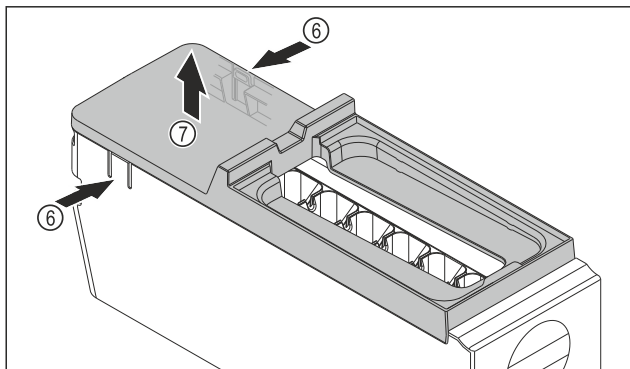

Fig. 77
- Udtagning af EasyTwist-Ice-legemets afdækning: Tryk på laskerne Fig. 77 (6) på begge sider af EasyTwist-Ice-legemet med den ene hånd.
- Tag afdækningen Fig. 77 (7) op og ud med den anden hånd.